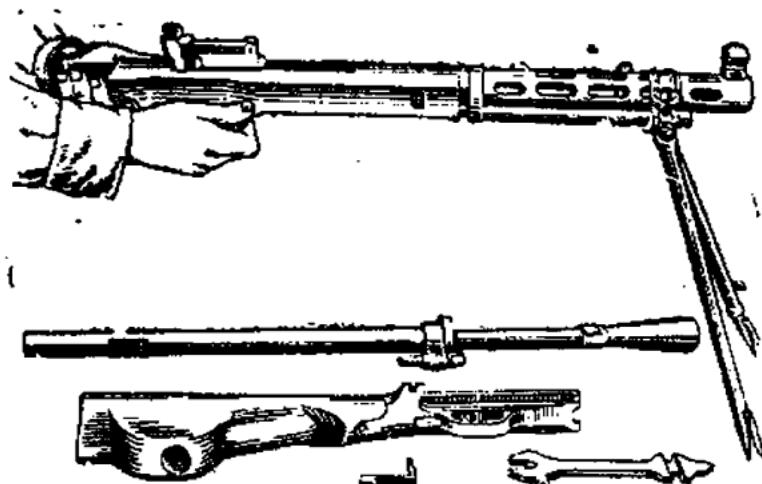
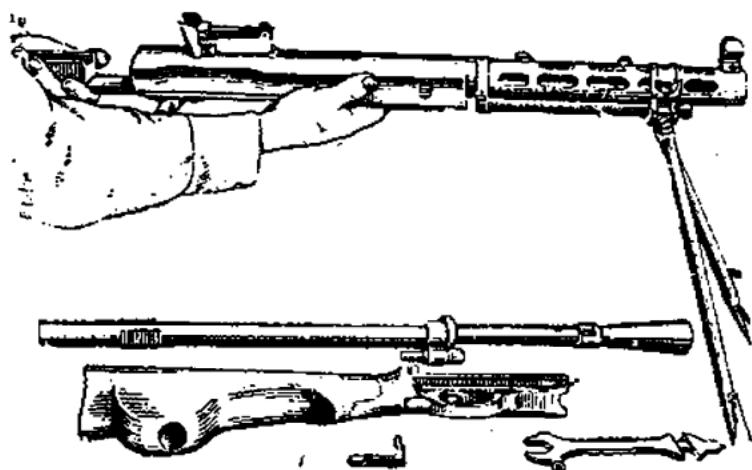

Рис. 12. Отделение затворной рамы
Рис. 13. Отделение затворной рамы
**5. Отделить затворную раму с затвором:** поддерживая пулёмёт левой рукой за заднюю часть ствольной коробки, правой отвести рукоятку затворной рамы назад (рис. 12); затем, обхватив левой рукой раму вместе с затвором, вынуть их из ствольной коробки, поддерживая при этом правой рукой пулёмёт за ствольную коробку (рис. 13).